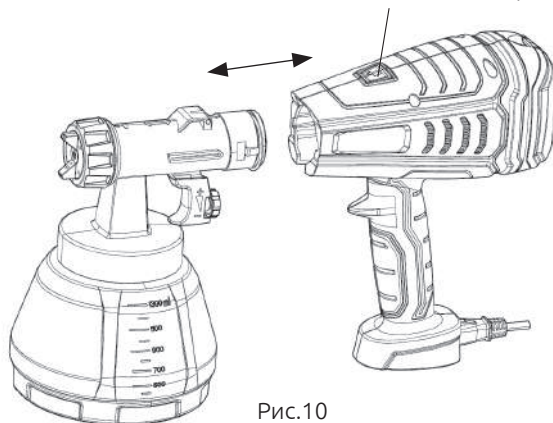

Рис.10
- 2) Отсоедините блок распыления от насосного блока. Для этого нажмите кнопку отсоединения (Рис. 10) и выдвиньте блок распыления вперёд.